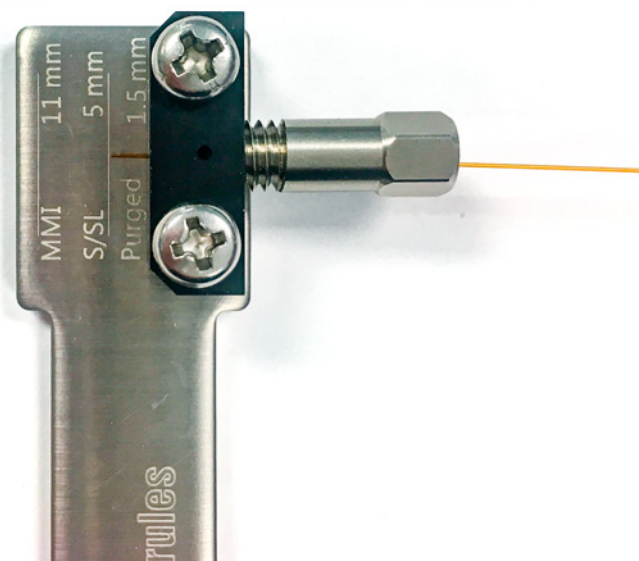

Abbildung 14. Einschrauben der Säulenmutter in das Einwalzwerkzeug
- 4 Schrauben Sie die Säulenmutter lose in das Einwalzwerkzeug ein, bis Sie einen Widerstand spüren. Die Säule sollte weiterhin frei gleiten. Siehe **Abbildung 14**.